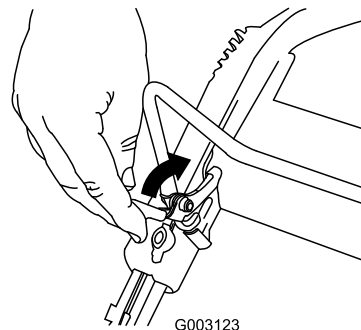

Bild 17
1. Ziehen Sie die Schaltbügelsperre zurück (Bild 17).